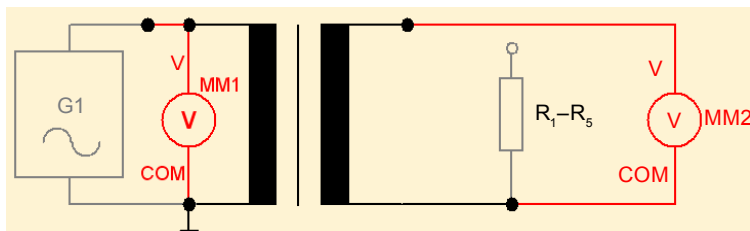

Рис. 4. Схема подключения мультиметра 2 на вторичной обмотке трансформатора
9. Соединить нижний вывод вторичной обмотки трансформатора с гнездом COM мультиметра 2 (рис. 4).
10. Соединить верхний вывод вторичной обмотки трансформатора с входом V мультиметра 2 (см. рис. 4).